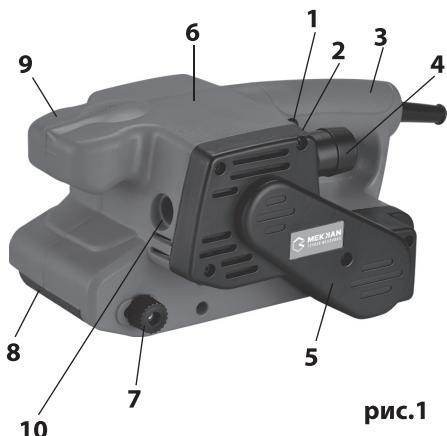
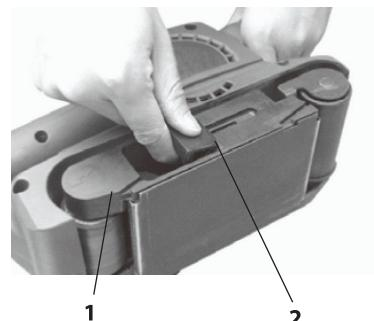

рис.1
рис.2
1.6 Общий вид шлифмашины представлен на рис. 1
1.7 Механизм шлифмашины расположен в пластиковом корпусе (рис.1 поз.6), состоящем из двух половин. Крутящий момент с якоря электродвигателя, зубчатым ремнём передаётся на ведущий валик. Между ведущим и ведомым валиками движется абразивная шлифовальная лента (рис.1 поз.8) на тканевой основе – рабочий инструмент шлифмашины. На правом лентодержателе (рис.2 поз.1) шлифмашины стрелкой указано направление движения шлифовальной ленты.
1.8 Клавиша выключателя (рис.1 поз.1) расположена в нижней части рукоятки.
Включение шлифмашины осуществляется нажатием на клавишу выключателя. Фиксация клавиши в рабочем положении, осуществляется кнопкой (рис.1 поз.2), расположенной слева на рукоятке. При повторном нажатии на клавишу, кнопка фиксации и клавиша (со щелчком) возвращается в исходное положение - выключено.
1.9 Пылесборник, входящий в комплект поставки, устанавливается на патрубок пылеотвода (рис.1 поз.4) и предназначен для сбора шлама и пыли, образую-
1.10 Замена ленты осуществляется просто и быстро, используя рычаг натяжения (рис.2 поз.2), расположенный на правой стороне инструмента, в проёме правого лентодержателя. (рис.2 поз.1)
2.2.1 Установка (замена) шлифовальной ленты (рис.2): отключить шлифмашину от сети электропитания; перевернуть инструмент шлифовальной поверхностью вверх; отвести рычаг натяжения ленты (рис.2 поз.2) вперёд до упора (при этом ведомый ролик сместится назад, к ведущему); снять старую ленту с роликов (в случае затруднения, слегка протянуть её от руки); осмотрев новую ленту на предмет целостности и ровности краёв, установить на ролики;
стом ходу и отцентрируйте регулятором (рис.1 поз.7) прямой ход ленты; в течение 1 – 2 минут работы на холостом ходу убедитесь в правильности регулировки (края ленты не выходят за пределы роликов).
2.2.2 Установка пылесборника: при выключенном инструменте, установите пылесборник на патрубок пылеотвода (рис.1 поз.4); снимать пылесборник для очистки необходимо только после полной остановки двигателя.